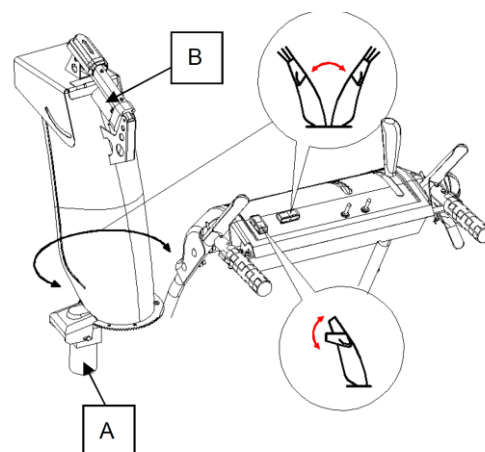

Figure 9
1. Appuyez sur l'interrupteur de rotation du tunnel en position UP. Et maintenez pour tourner le tunnel vers la gauche (voir A, Figure 9).
1. Appuyez sur l'interrupteur du défecteur en position HAUT (UP) et maintenez-le pour obtenir un jet plus important et une plus grande distance (voir B, Figure 9).